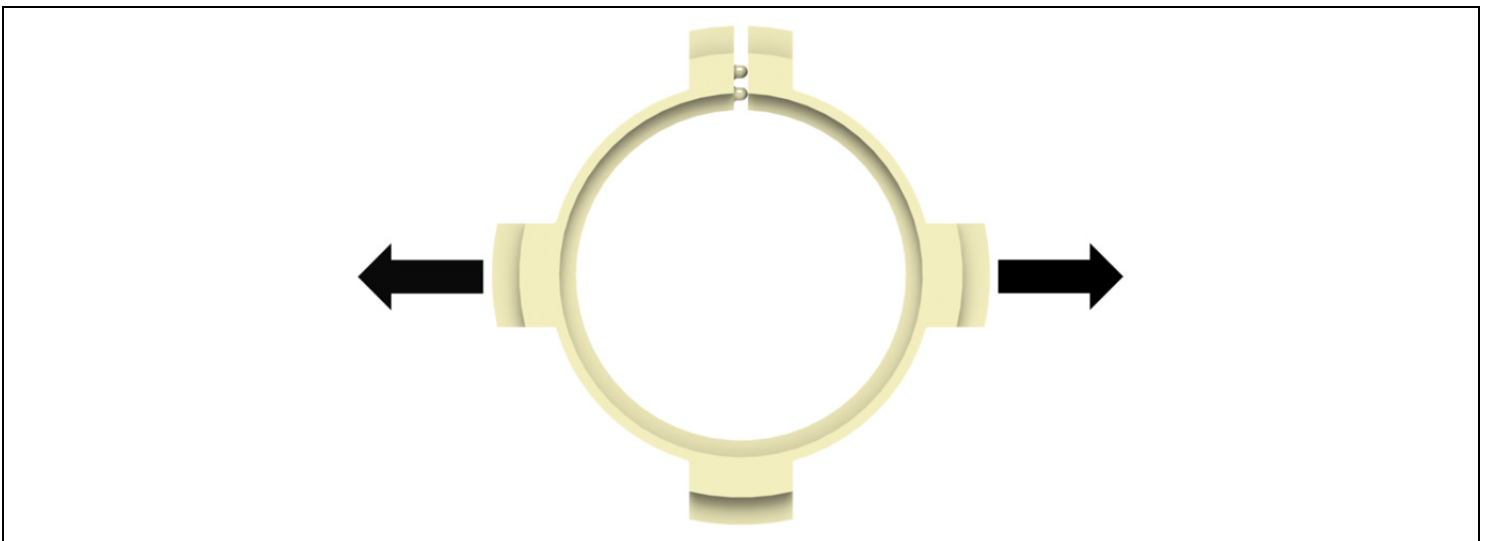
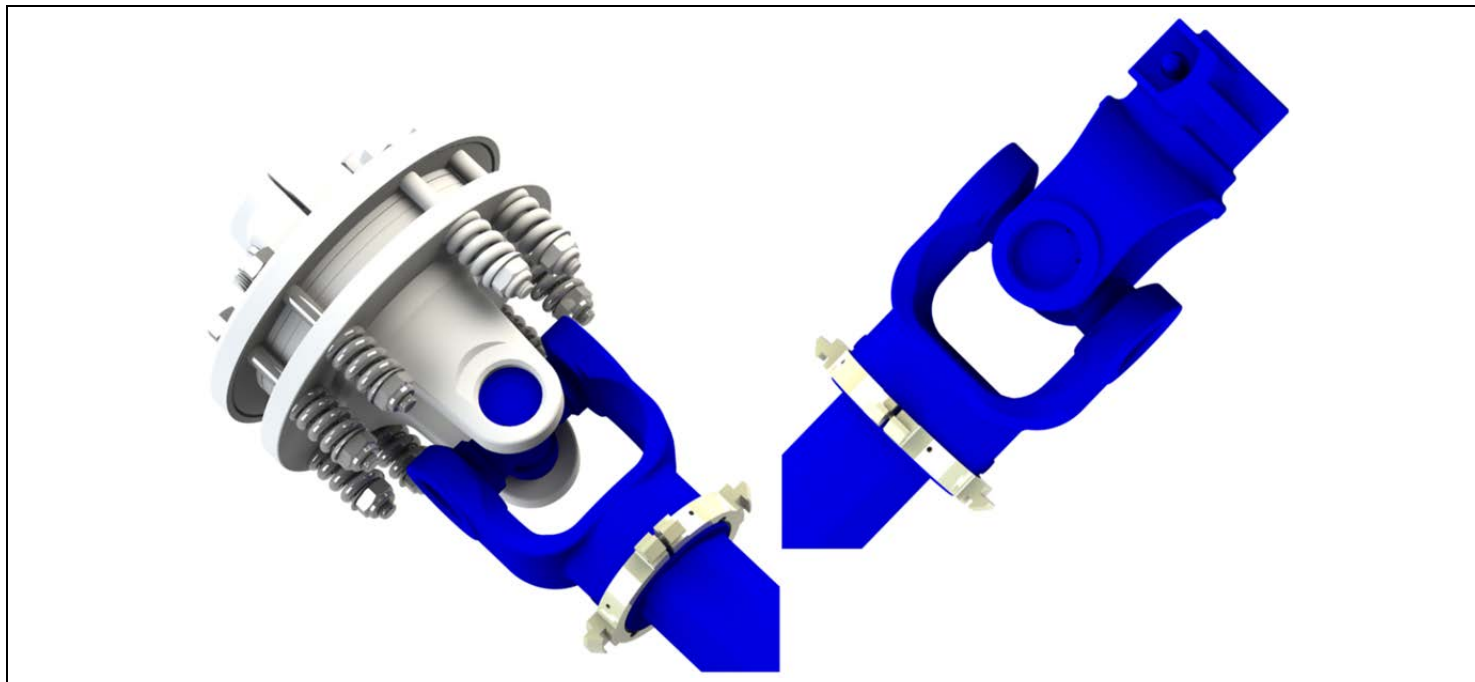

Figure 20. Étape de Montage 2
Figure 21. Étape de Montage 2
2. Tout en tirant vers l'extérieur du roulement, faire glisser le roulement dans la rainure à une extrémité de l'axe de transmission. Répéter l'opération à l'autre extrémité de l'axe de transmission. Veuillez vous reporter à la *Figure 20* et *Figure 21*, ci-dessous, pour en savoir plus.